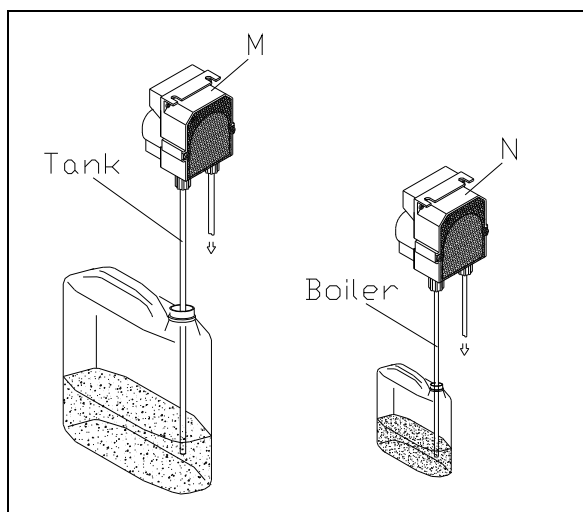

Рис. 3-4
- Дозатор моющего средства (M) (опционально) и ополаскивателя (N) настроены изготовителем. Если необходимо изменить настройку, поверните регулировочный винт на самих дозаторах. Емкости для моющего средства и ополаскивателя (если они не поставляются с прибором) должны быть размещены рядом с машиной и подключены к прозрачным шлангам, которые находятся на задней панели прибора (резервуар для моющего средства и для ополаскивателя) (рис.3-4).
- The detergent dispenser (M) (optional) and rinse aid dispenser (N) are regulated by the manufacturer. If the setting needs to be changed, turn the regulating screw on the dispensers. The detergent and rinse aid containers (if not provided with the appliance) should be placed next to the machine and connected to the transparent pipes fitted to the back of the appliance (Tank for the detergent and Boiler for the rinse aid) (fig.3-4).
- Die Dosierer des Reinigungsmittels (M) (auf Anfrage) und des Glanzspülmittels (N) werden werkseitig eingestellt. Für andere Einstellungen die Stellschraube der Dosiervorrichtung regeln. Die Behälter für Reinigungsmittel und Glanzspülmittel (wenn nicht mit dem Gerät mitgeliefert) müssen in unmittelbarer Nähe der Maschine stehen und die Entnahme erfolgt über die durchsichtigen Schläuche (Tank für das Reinigungsmittel und Boiler für Glanzspülmittel) an der Rückseite des Geräts (fig.3-4).
- Les doseurs du détergent (M) (sur demande) et du produit de rinçage (N) seront réglés par le constructeur. S'il vous fallait régler différemment, faire tourner la vis de réglage sur les doseurs mêmes. Les alvéoles à détergent et à produit de rinçage (si non fournies avec l'appareil) seront mises près de la machine et le prélèvement sera effectué par des tubes transparents (Tank pour le détergent et Boiler pour l'agent de brillantage) situés derrière l'appareil (fig.3-4).
- Los dosificadores de detergente (M) (a pedido) y abrillantador (N) salen de la fábrica regulados por el Constructor. En el caso de que se necesitara una regulación distinta, usar el tornillo de dosificación de los propios dosificadores. Si los contenedores de detergente y abrillantador no forman parte del equipamiento base, se deben colocar cerca de la máquina; el detergente y el abrillantador se sacan a través de los tubos de toma transparentes (letrero Tank para el detergente y Boiler para el abrillantador) ubicados en la parte trasera del aparato (fig.3-4).